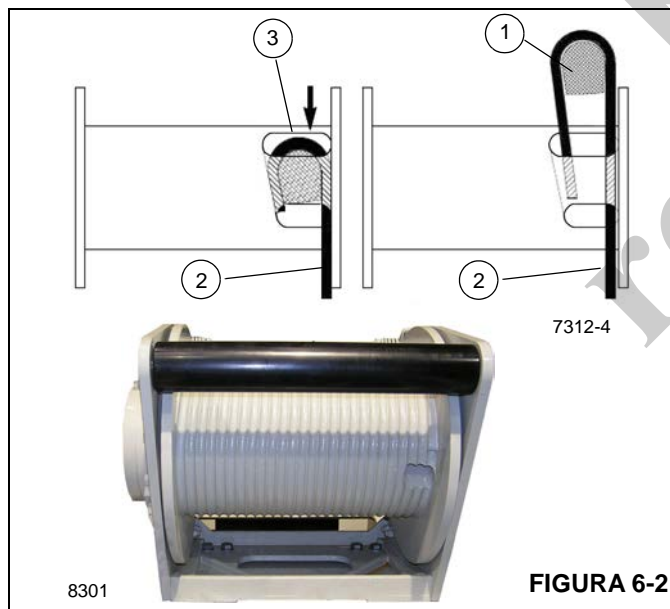

FIGURA 6-2
3. Insira o cabo através da fenda e posicione-o em volta da cunha de fixação (1, Figura 6-2).